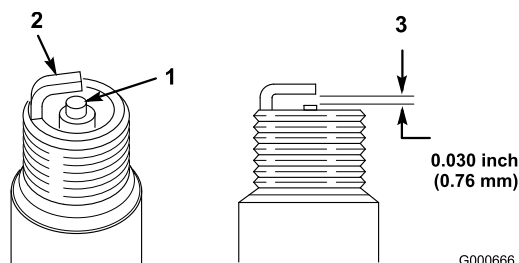

Figure 28
1. Examinez le centre de la bougie (Figure 28). Si le bec de l'isolateur est recouvert d'un léger dépôt gris ou brun, le moteur fonctionne correctement. S'il est couvert d'un dépôt noir, c'est généralement signe que le filtre à air est encrassé.
2. Contrôlez l'écartement entre les électrodes centrale et latérale (Figure 28) et pliez l'électrode latérale si l'écartement est incorrect.